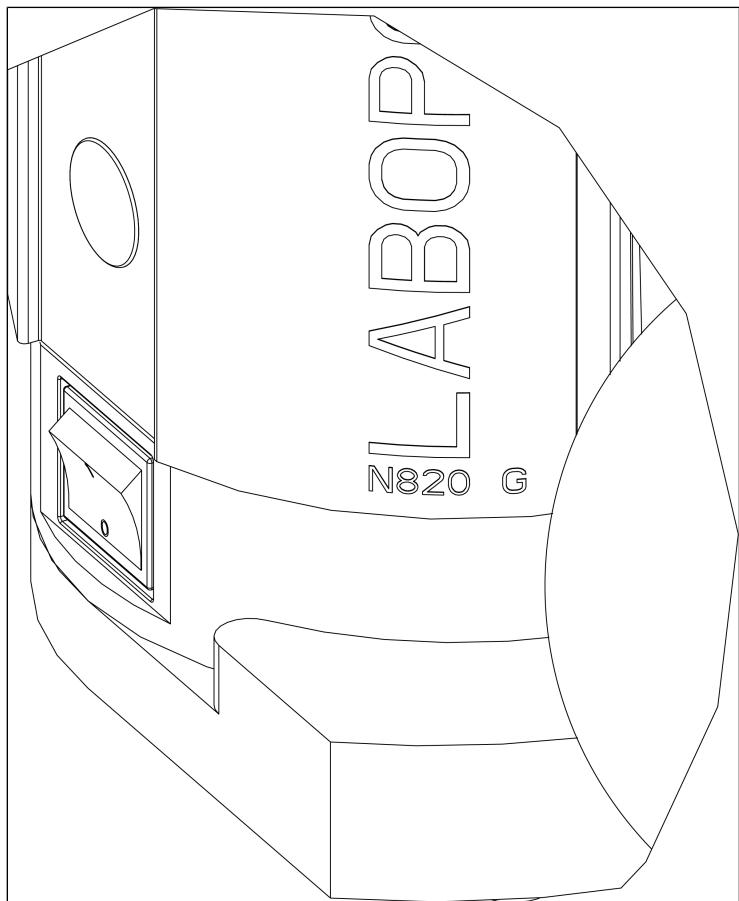

Fig. 8: Attivazione e disattivazione del sistema per vuoto con l'interruttore di alimentazione
- Attivare il sistema per vuoto con l'interruttore di alimentazione (vedere Fig. 8).